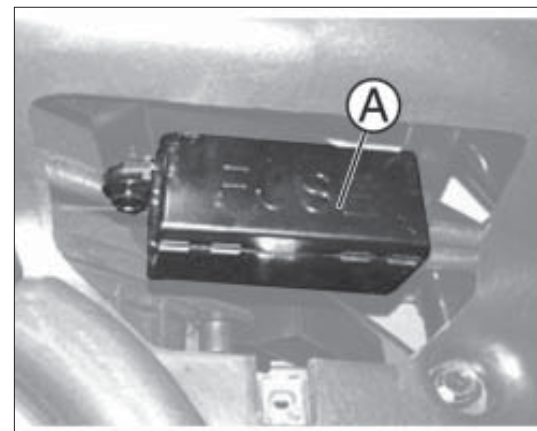

fig. 1
- per accedere ai fusibili sollevare la copertura A fig.1;